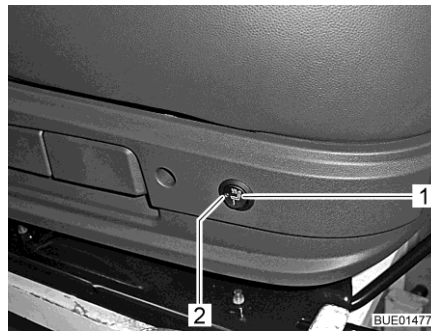

Bild 28 Schalter für Sitzheizung
- Schalter (Bild 28,1) hinten an der linken Seite der Sitzkonsole drücken.
Wenn die Sitzheizung arbeitet, leuchtet die LED (Bild 28,2).
- Schalter (Bild 28,1) in Mittelstellung schalten. Die LED erlischt.